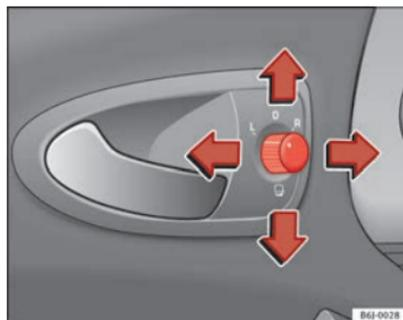

Fig. 68 Mando de los retrovisores exteriores
1. En primer lugar, gire el mando ⇒ fig. 68 hasta la posición **L** (retrovisor izquierdo).
- Gire el mando ⇒ fig. 68 hasta la posición  para plegar los retrovisores exteriores. Para evitar daños en el vehículo, debería plegar los retrovisores exteriores siempre que utilice un túnel de lavado automático.